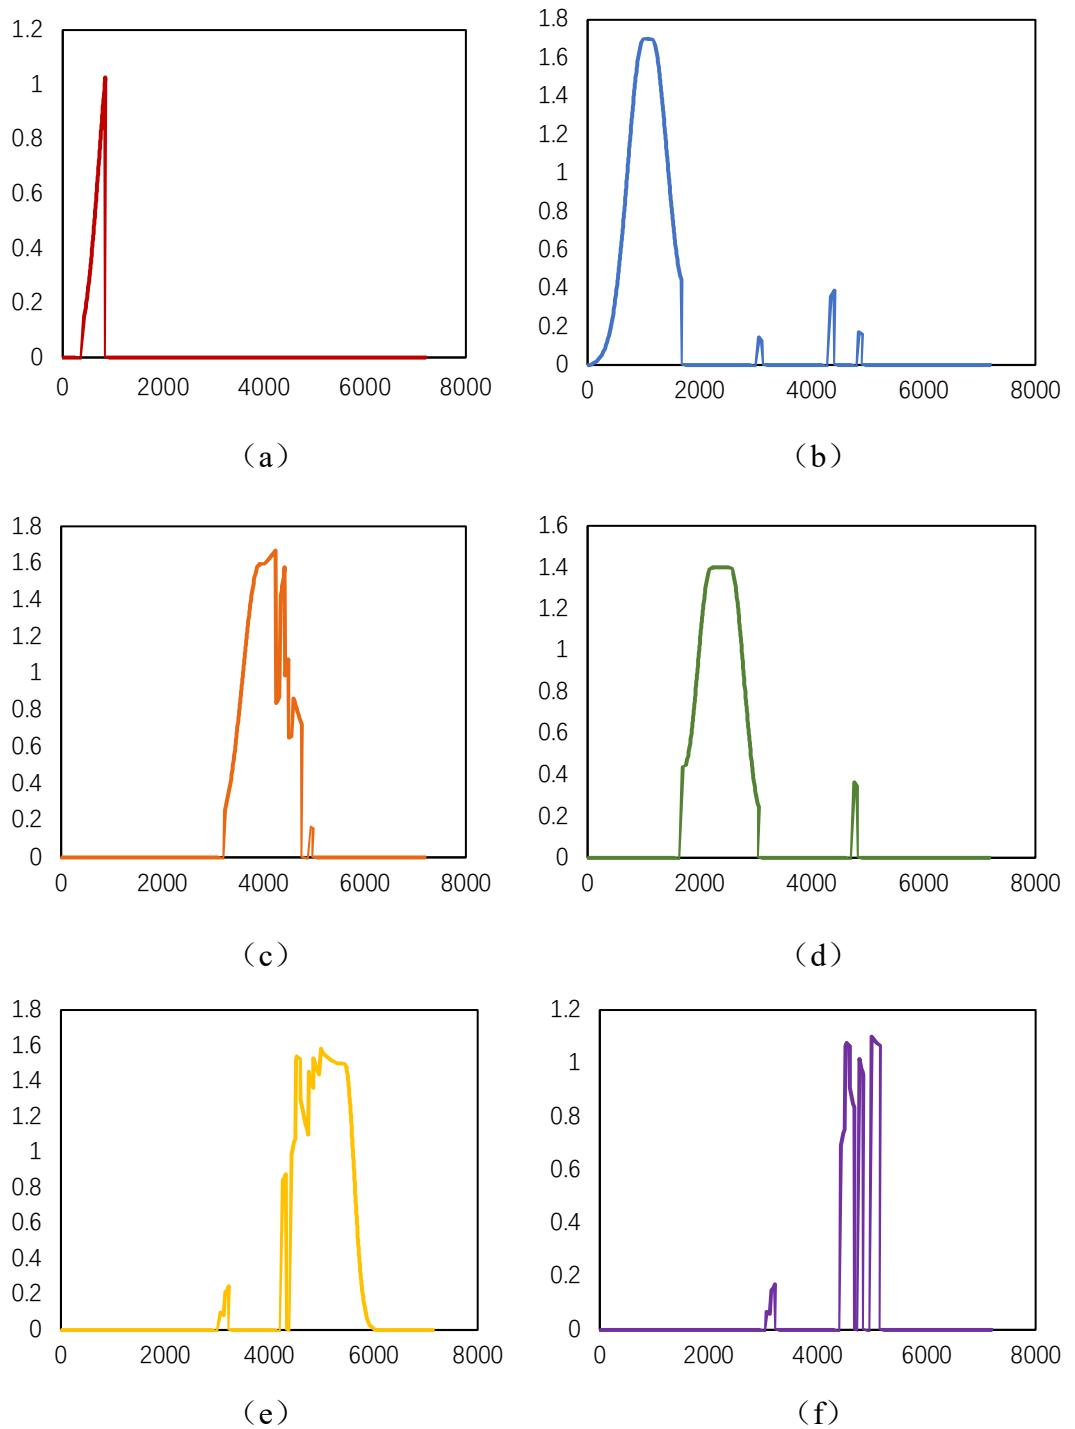
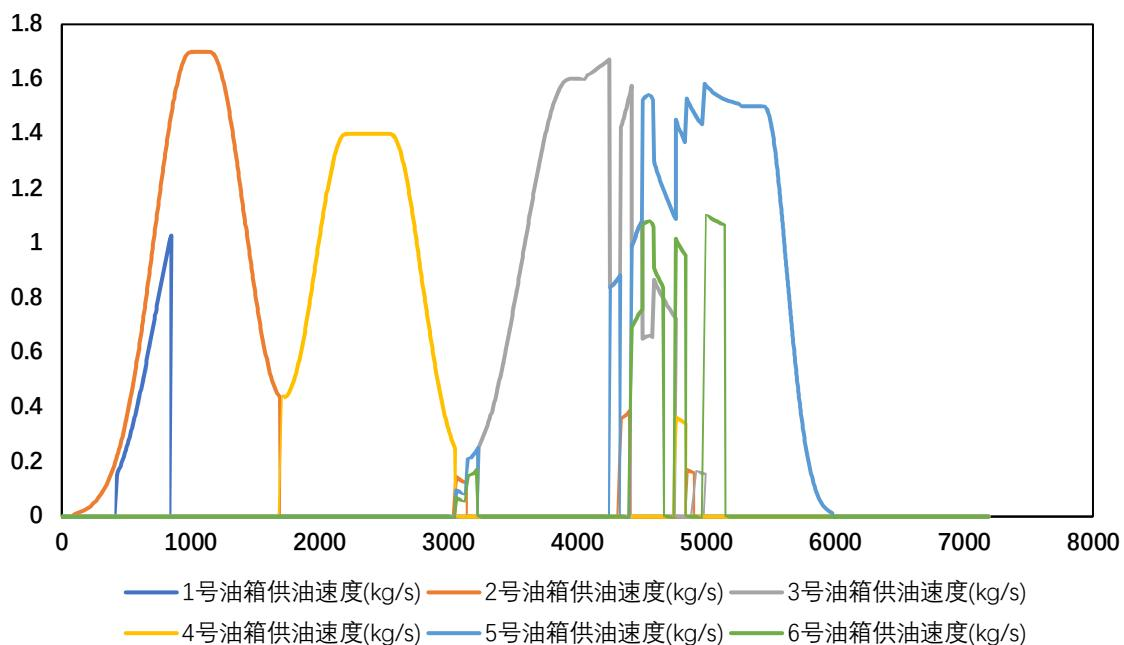

图 15: (a) ~ (f) 分别对应 1~6 号的 6 个油箱各自的供油速度曲线
图 16：6 个油箱的供油曲线汇总图
$T = 85$  时，6 个油箱各自的供油曲线如图 15 (a) ~ (f) 所示，汇总曲线如图 16 所示。
给出飞行器飞行过程中 6 个油箱各自的供油速度曲线;	图 15
- (1) 各个油箱的供油速度是否超过该油箱参数中所规定的输送油量上限；
- (2) 任意时刻下 4 个主油箱的总供油速度是否大于等于飞机的耗油速度；
为了验证 (1)，从图 15、表 8 中可得 1~6 号油箱的实际供油速度分别为 1.1、1.7、1.69945、1.4、1.59643、1.1，均不大于附件一中给出的油箱的最大供油速度限制 1.1、1.8、1.7、1.5、1.6、1.1。